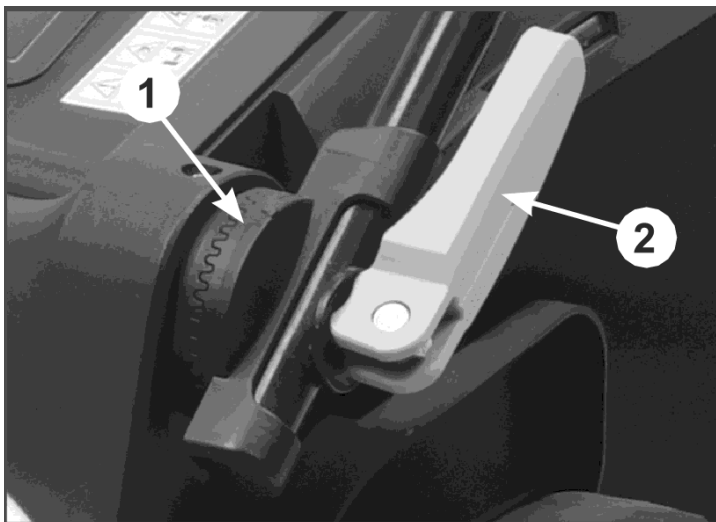

Рис. 3 Установка высоты рабочей рукоятки
4. Установите требуемую высоту рукоятки при помощи зубчатого основания рукоятки 1 (Рис. 3).
Для этого отверните рычаг эксцентрикового фиксатора 2, отсоедините основание 1 от корпуса газонокосилки и установите его в требуемое положение, затем заверните рычаг 2 (Рис. 3). Повторите действия со вторым основанием рукоятки.